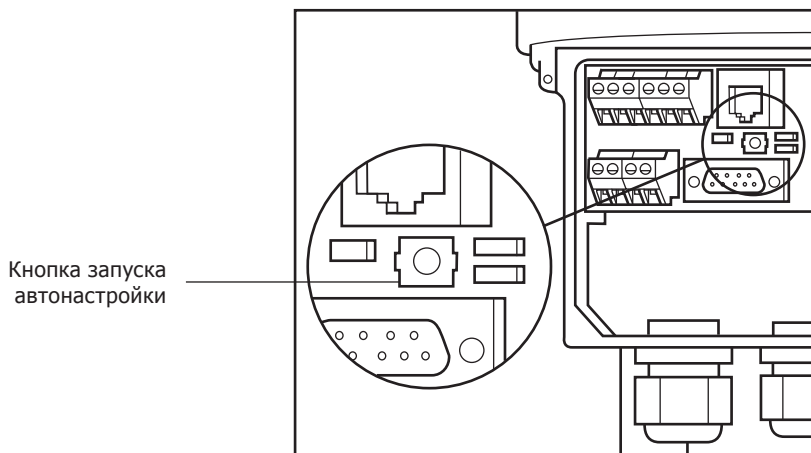

Рис. 15
2. После монтажа привода на клапан включите питание и нажмите кнопку, указанную на рис. 15 на 3 секунды.